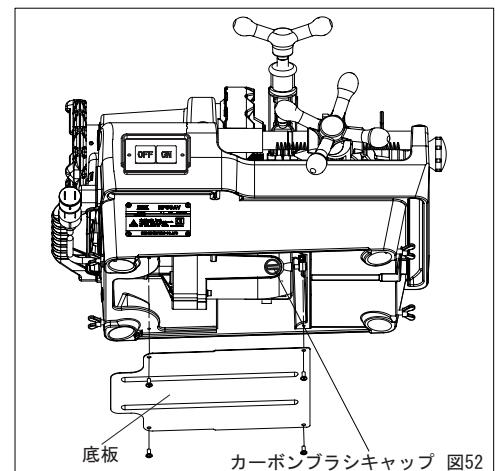

図52
- もう一方のカーボンブラシの交換 (図52)
3.オイルタンクの清掃(図52)
細かい切粉がタンク内にたまりますので月に1回程度タンク内をきれいに掃除してください(図52)。タンク内には、3.5lの切削油が入るようになっています。REX純正の切削油を使用してください。